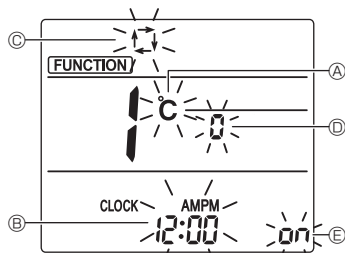

Fig. 7-10
3. Appuyez sur la touche ↓ ④ pour changer le n° de fonction. Vérifiez que la fonction n° "1" est affichée puis appuyez sur la touche SET ⑤. L'écran de réglage de l'affichage s'affiche. (Fig. 7-10)